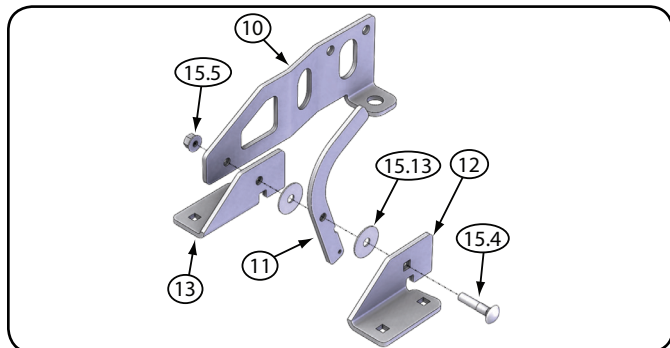

Figura 4 - Conjunto de la palanca de ángulo (B)
1. Ensamble la placa del mango izquierdo (12), arandela  $\times 2$  (15.13), mango de pivote (11), placa del mango derecho (13), y la placa de gancho (10) usando el perno de carruaje estándar (15.4) de  $\frac{5}{16} \times 1\frac{1}{2}$  in. (7.9  $\times$  38.1 mm) y la tuerca de brida (15.5) de  $\frac{5}{16}$  in. (7.9 mm) como se muestra en la figura 4. Apriete la tuerca para que la palanca de ángulo se mueva libremente. Esto creará el conjunto de la palanca de ángulo (B).